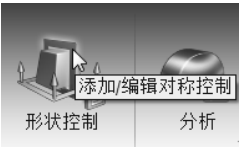

图 9-16 “对称控制”设置
6) 在“结构分析”工具中选择“形状控制”→“添加/编辑对称控制”设置，如图 9-16 所示。